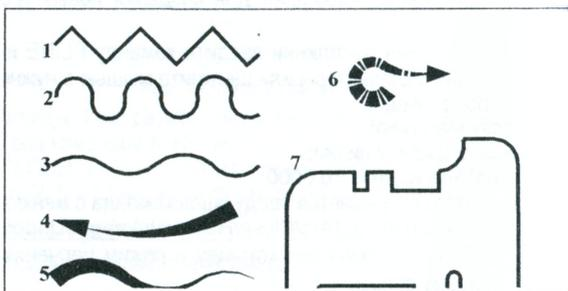

Рис. 4.1. Примеры использования объекта «полилиния»
Примеры полилинии приведены на рис. 4.1.
1. Постройте объекты согласно рис. 4.1 с помощью инструмента Полилиния.